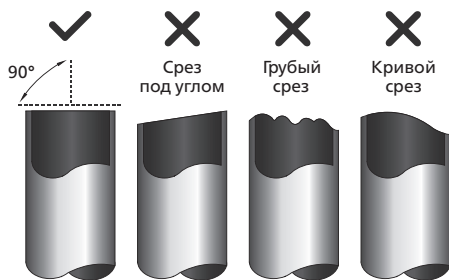

Рис. 7.2
- 1. Труба должна быть отрезана строго под углом  $90^\circ$ . Примеры неправильных 26 обрезки показаны на рис. 7.2.